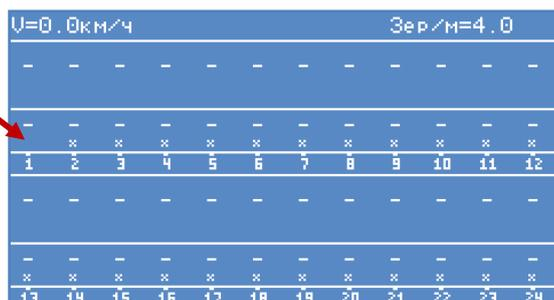

Рисунок 22
3. Находясь на главном экране (см. «Рисунок 22») нужно открыть главное меню нажатием кнопки «**Меню**».